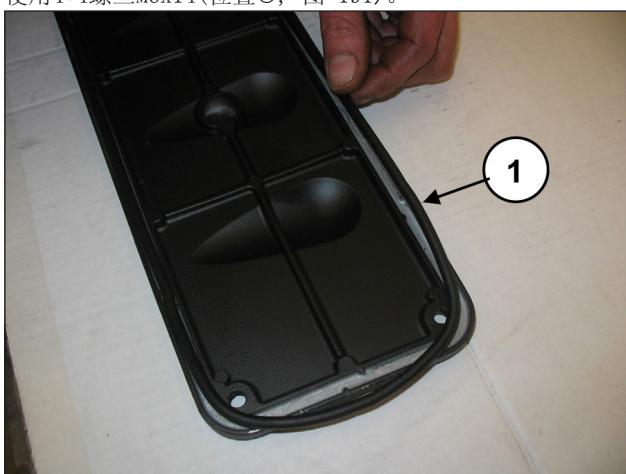
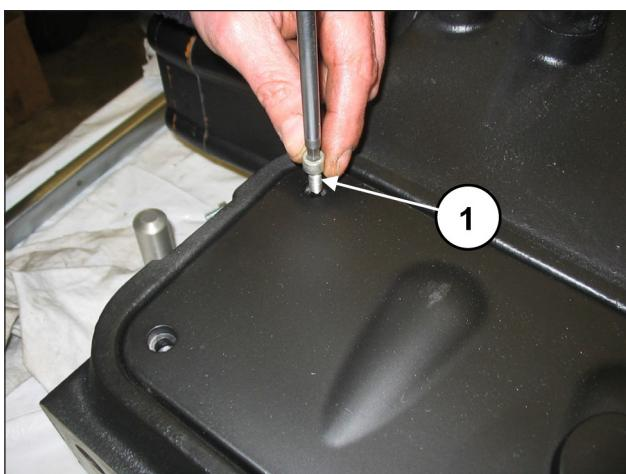

图 190
图 191
在检测盖上插入O形圈(位置①, 图 190)并安装检测盖, 可使用4+4螺丝M6x14(位置①, 图 191)。